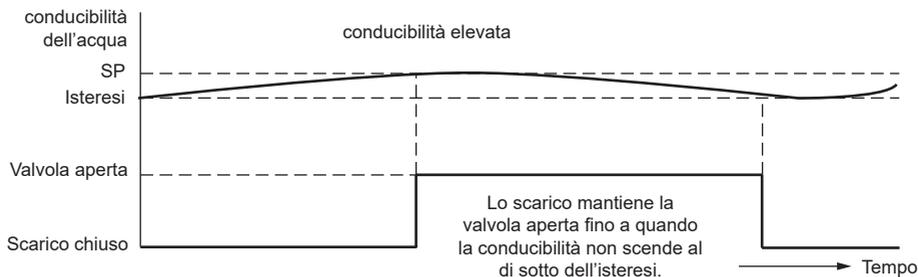

Fig. 19 Controllo ON/OFF senza spurgo
Si usa quando si installa la sonda nella caldaia. La sonda è in grado di monitorare continuamente la conducibilità dalla punta sensibile al mantello della caldaia. Quando il valore di TDS/conducibilità supera il setpoint (SP), la valvola si apre e rimane aperta finché il valore di TDS/conducibilità scende al di sotto dell'isteresi. Vedere la Fig. 19.